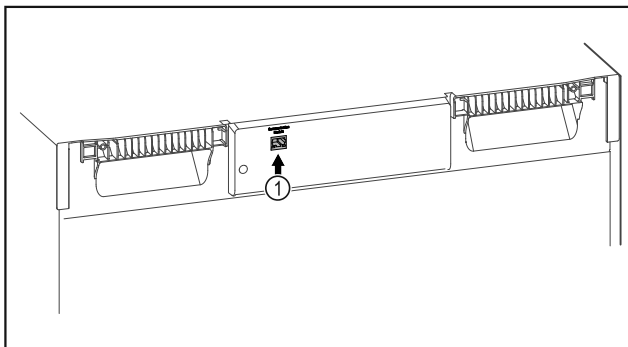

Fig. 95
- ☐ SmartModule Fig. 95 (1) se rabi.